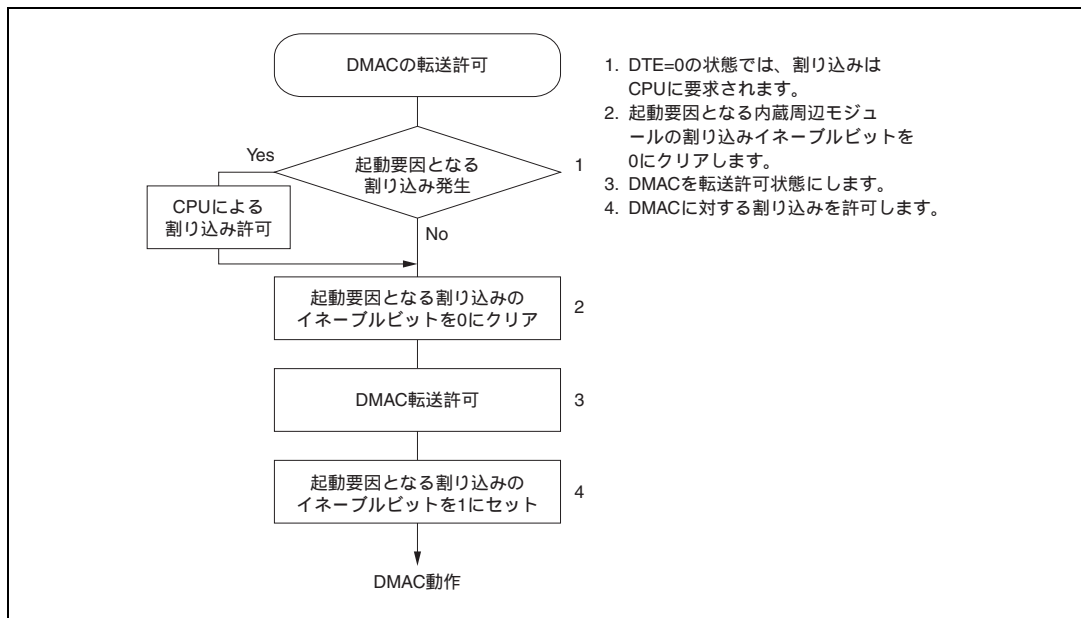

図 8.26 内蔵周辺モジュールが動作中に DMAC を転送許可状態にする場合の手順例
- (1) 内部割り込みで DMAC を起動する場合、起動要因を選択してから DMAC を転送許可状態にするまでの期間に選択した起動要因が発生しないようにしてください。すなわち、DMAC を転送許可状態にした後、起動要因となる内蔵周辺モジュールを動作させてください。内蔵周辺モジュールの動作中に DMAC を許可状態にする場合、図8.26の手順で行ってください。
なお、DTE = 1なおかつDTME = 0の状態では、DMACは停止状態であり、またCPUにも起動要因となる割り込みは要求されません。たとえば、NMI割り込みにより、DMACを停止状態にした場合は、起動要因となる割り込みはCPUには要求されません。このとき、DMAC動作を打ち切る場合には、DTEビットを0にクリアし、CPUに割り込みを要求させてください。DMAC動作を継続する場合には、DTMEビットを1にセットする前後で、図8.26 の2、4の操作を行ってください。